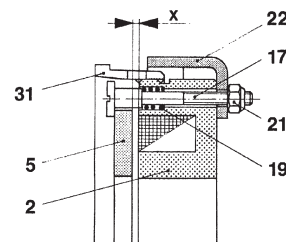

Fig. 2
La quota di regolazione (traferro tra ancora (5) e magnete (2)) è da rilevare nella tabella 1 e fig. 2. La misurazione della quota di regolazione viene effettuata attraverso i 3 fori di controllo che si trovano sulla periferia esterna del carter (31). I fori sono chiusi con dei tappi in plastica.